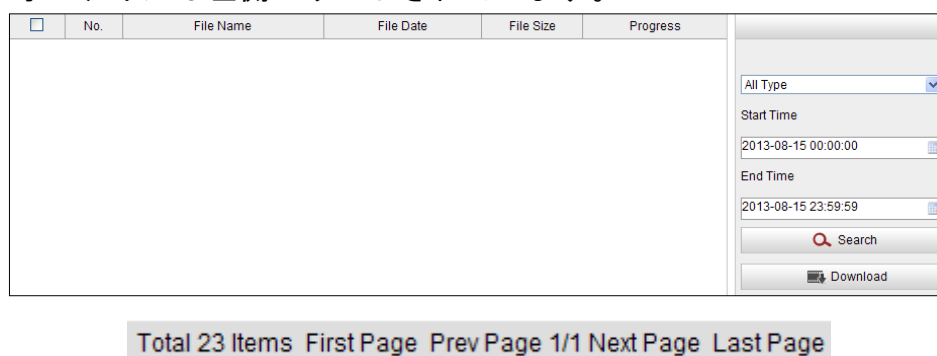

図 9-7 ビデオダウンロードインターフェイス
1. 再生インターフェイス上の  をクリックします。図 9-7 にポップアップメニューが表示されます。